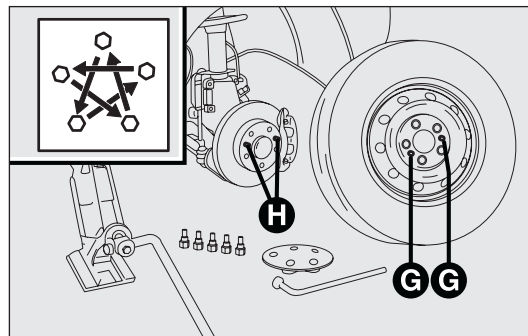

рис. 166
- ☐ установите запасное колесо, совместив отверстия G – рис. 166 с соответствующими шпильками H. Перед установкой запасного колеса проверьте, чтобы посадочные поверхности были чистыми без загрязнений, поскольку в противном случае затяжка болтов может ослабнуть;
- ☐ затяните болты до упора по крестовой схеме как показано на рис. 166.